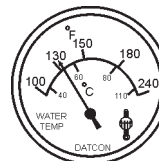

Figure 50. Jauge de la température du liquide de refroidissement
11. La **jauge de température du liquide de refroidissement** (Figure 50) indique la température du liquide de refroidissement. Dans des conditions normales de fonctionnement, la température du liquide de refroidissement doit être comprise entre 167° ~ 203°F (75° ~ 95°C) (**zone verte**).